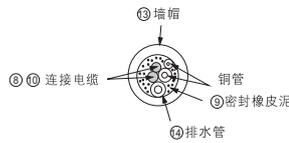
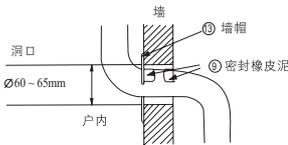

图 31
图30
- 用附件⑰墙帽及附件⑱密封橡皮泥来整理墙上的洞,如图30、图31。